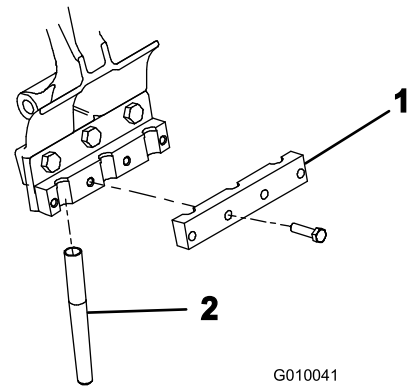

Bild 26
5. Befestigen Sie eine Tines-Klemme mit vier Schrauben ($\frac{3}{8}$ " x $1\frac{1}{2}$ "") lose an jedem Tines-Halter (Bild 26). Ziehen Sie die Bolzen nicht fest.